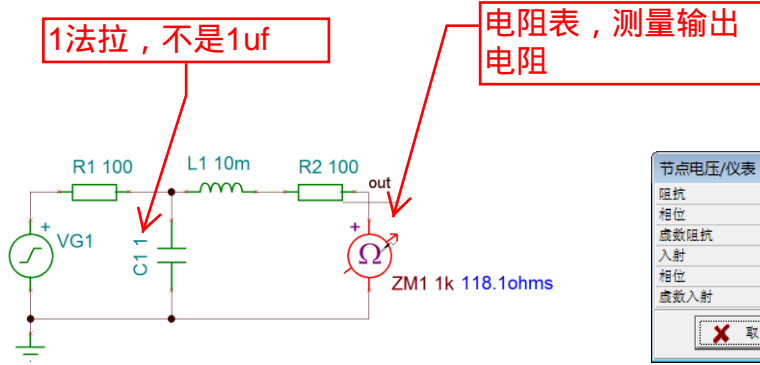

图 51 “欧姆表”附近显示等效电阻
① 用欧姆表查看电路的阻抗：执行【分析|交流分析|计算节点电压】菜单命令，电压源短路，电路图编辑窗口的欧姆表附近显示如图 51 所示的等效电阻为 118.1ohms。并出现电压探针，将其在“欧姆表”上双击，弹出如图 52 所示的节点电压/仪表框。在框中显示阻抗、相位、虚数阻抗等信息。